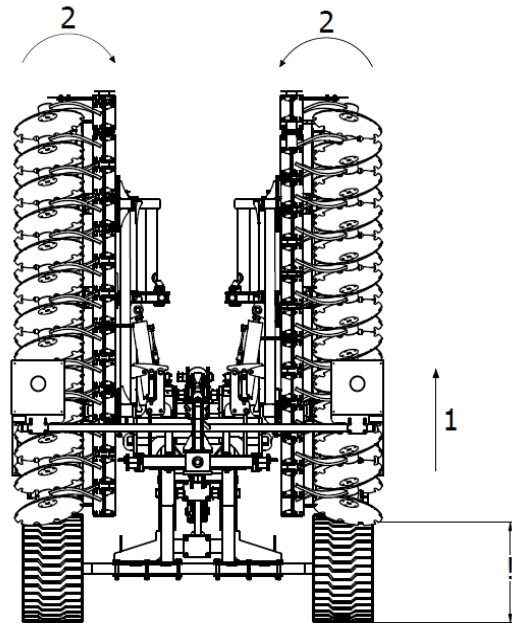

Fig. 6 Étapes du dépliage de la machine : 1 – machine levée au maximum, 2 – bras latéraux repliés en position « fermée ».
1. Commencer par lever la machine au maximum pour s'assurer que les bras pliables ne frappent le sol lors de l'opération (fig. 6).
2. Ensuite, replier les bras latéraux à la position « fermée » (pliée) à l'aide d'un système de verrouillage hydraulique afin de s'assurer que le verrouillage se déverrouillera et permettra ensuite de déplier les bras latéraux. Cette action est indispensable pendant chaque dépliage (« ouverture ») des bras de la machine (fig. 6).